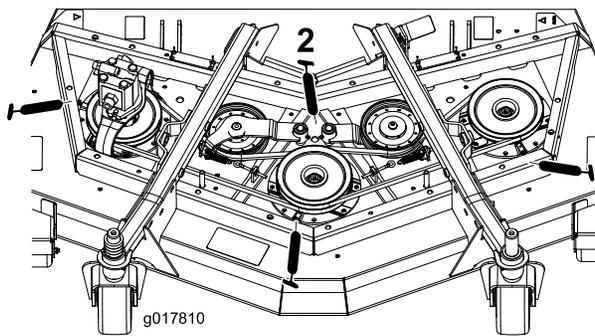

Bild 37
- Spindelwellenlager (3) (Bild 37)
- Spannarm-Drehbüchsen (2) (Bild 37)